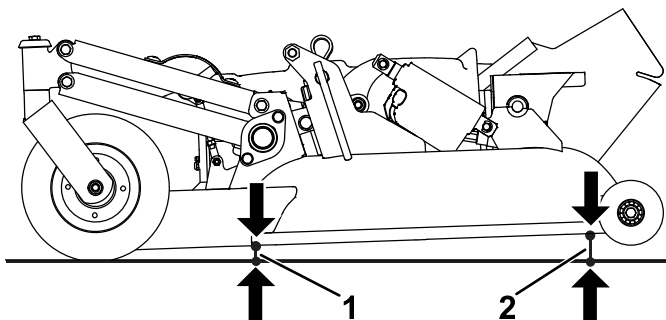

Figura 99
3. Mida la distancia entre el suelo y el punto más adelantado de la unidad de corte (Figura 99).
4. Mida la distancia entre el suelo y el punto más trasero de la unidad de corte (Figura 99).